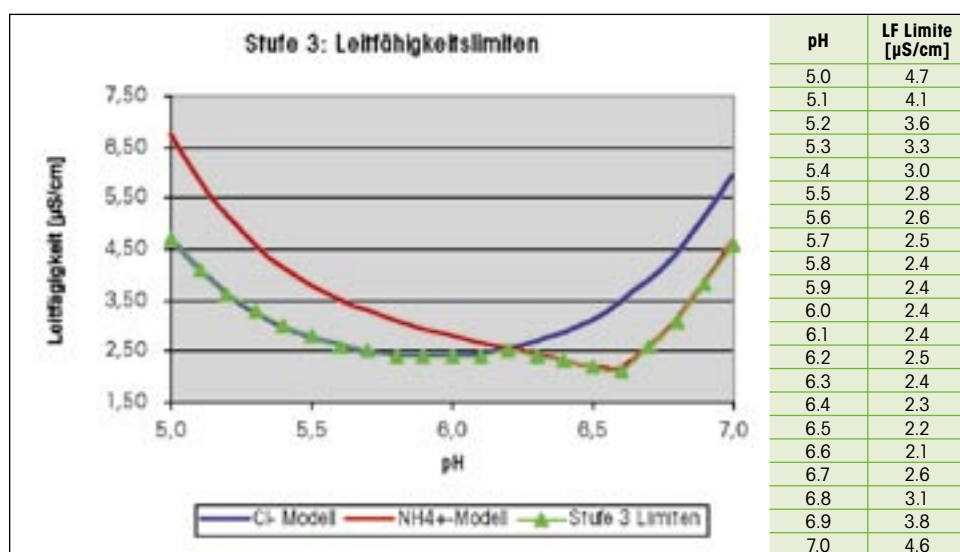

Abbildung 3: Leitfähigkeitslimiten für „gereinigtes Wasser“ bzw. „Wasser zur Injektion“ nach USP-Richtlinien gemäss Stufe 3.
1.66 mM) [1] für die Leitfähigkeitsmessungen bei Temperaturen von 0 bis 100 °C festlegen (siehe Tabelle 1 u. Abbildung 3).
Stufe 3: muss innerhalb der nächsten 5 Minuten nach Beenden von Stufe 2 durchgeführt werden. Unter weiterem Rühren und bei konstanter Temperatur von 25 ± 1 °C wird die Ionenstärke durch Zugabe von gesättigter KCl-Lösung (0.3 ml/100 ml Probe) erhöht und danach der pH und die Leitfähigkeit gemessen. Überschreiten die Messwerte die vorgegebenen Limiten (siehe Abbildung 3) nicht, so erfüllt das Wasser die USP Richtlinien.